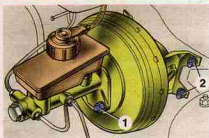

Рис. 6.13. Крепление вакуумного усилителя и главного цилиндра: 1 – гайка крепления главного цилиндра; 2 – гайка крепления кронштейна вакуумного усилителя
- отверните гайки 1 (рис. 6.13) крепления главного цилиндра к усилителю, снимите его со шпилек и отведите в сторону, осторожно изгибая трубопроводы, чтобы не повредить их;
Снимите цилиндр в сборе с бачком, отвернув гайки 1 (см. рис. 6.13) его крепления к вакуумному усилителю. Снимите датчик аварийного уровня тормозной жидкости и слейте из бачка и из цилиндра тормозную жидкость. Снимать бачок с главного цилиндра не рекомендуется, если в этом нет необходимости.